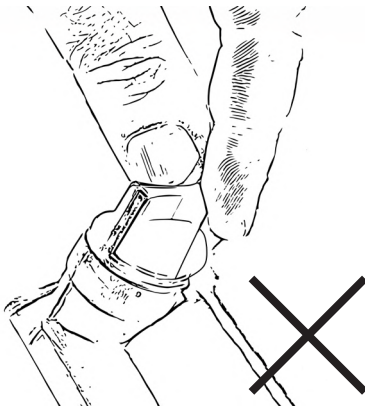

Bild 14
Vrid aldrig oljepåfyllningspluggen med ansluten oljesticka in i gängan vid avläsning av oljenivån. Detta leder till ett felaktigt mätresultat, fig. 14.
- Sänk ner oljestickan helt i oljan. Vrid aldrig in oljestickan i gängan, fig. 14.